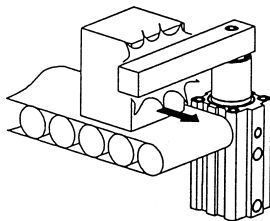

図2
①シリンダのピストンロッドに回転力を加えますと、作動不良、不回転精度の低下を招きますので、ご使用に際しては、必ず下記の事柄を守ってください。
- ①回転方向での仕事(クランプ・ストッパ等)は、絶対に行わないでください。(図2)